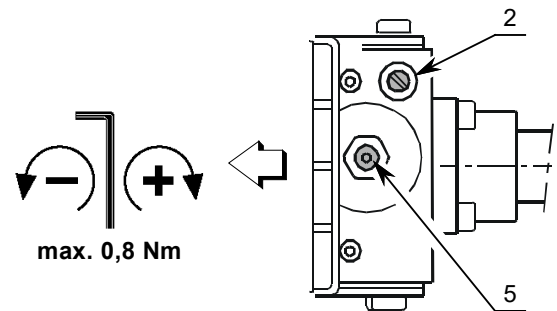

Fig. 7
- dévisser la vis 2)(Fig. 7) et brancher un manomètre;